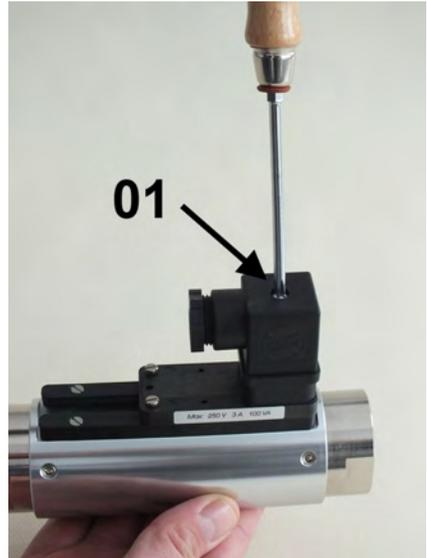

Abb. 20: Steckerdose lösen
1. ➤ Befestigungsschraube (Abb. 20/01) von der Steckerdose lösen
9. ➤ Steckerdose auf Gerätestecker stecken und Befestigungsschraube (Abb. 20/1) anziehen